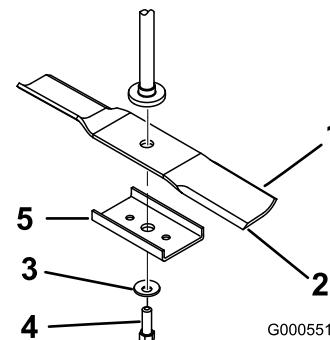

Figura 43
Sujete el extremo de la cuchilla usando un trapo o un guante grueso. Retire del eje el perno de la cuchilla, la arandela curva, el refuerzo de la cuchilla y la cuchilla (Figura 43).
1. Instale la cuchilla en el eje (Figura 43).
- Instale el refuerzo de la cuchilla, la arandela curva (con la copa hacia la cuchilla) y el perno de la cuchilla (Figura 43).